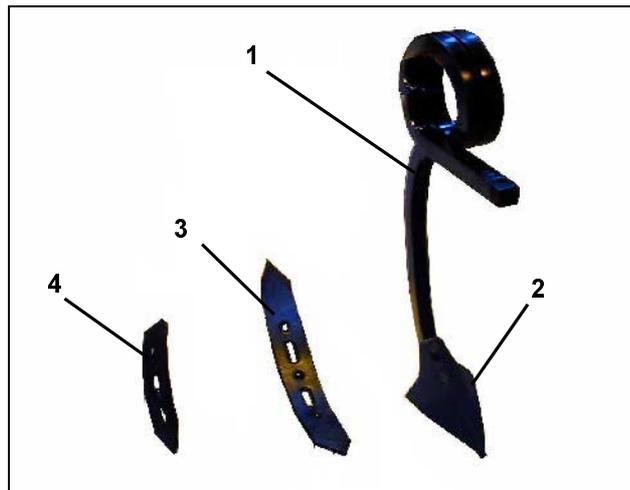

Рис. 7
Зубья (Рис. 7/1) Centaur оснащаются 3 различными лапами:
- Лапа для стерни (170мм) (Рис. 7/2): Применяется при неглубокой обработке стерни для смешивания зерновой падалицы и соломы.
- Винтовая лапа (75 мм) (Рис. 7/3): Применяется при средней глубине рыхления; хорошее смешивание органической массы.
- Узкая лапа (50 мм) (Рис. 7/4): Применяется при глубоком основном рыхлении. При глубоком рыхлении комки остаются в нижней области.